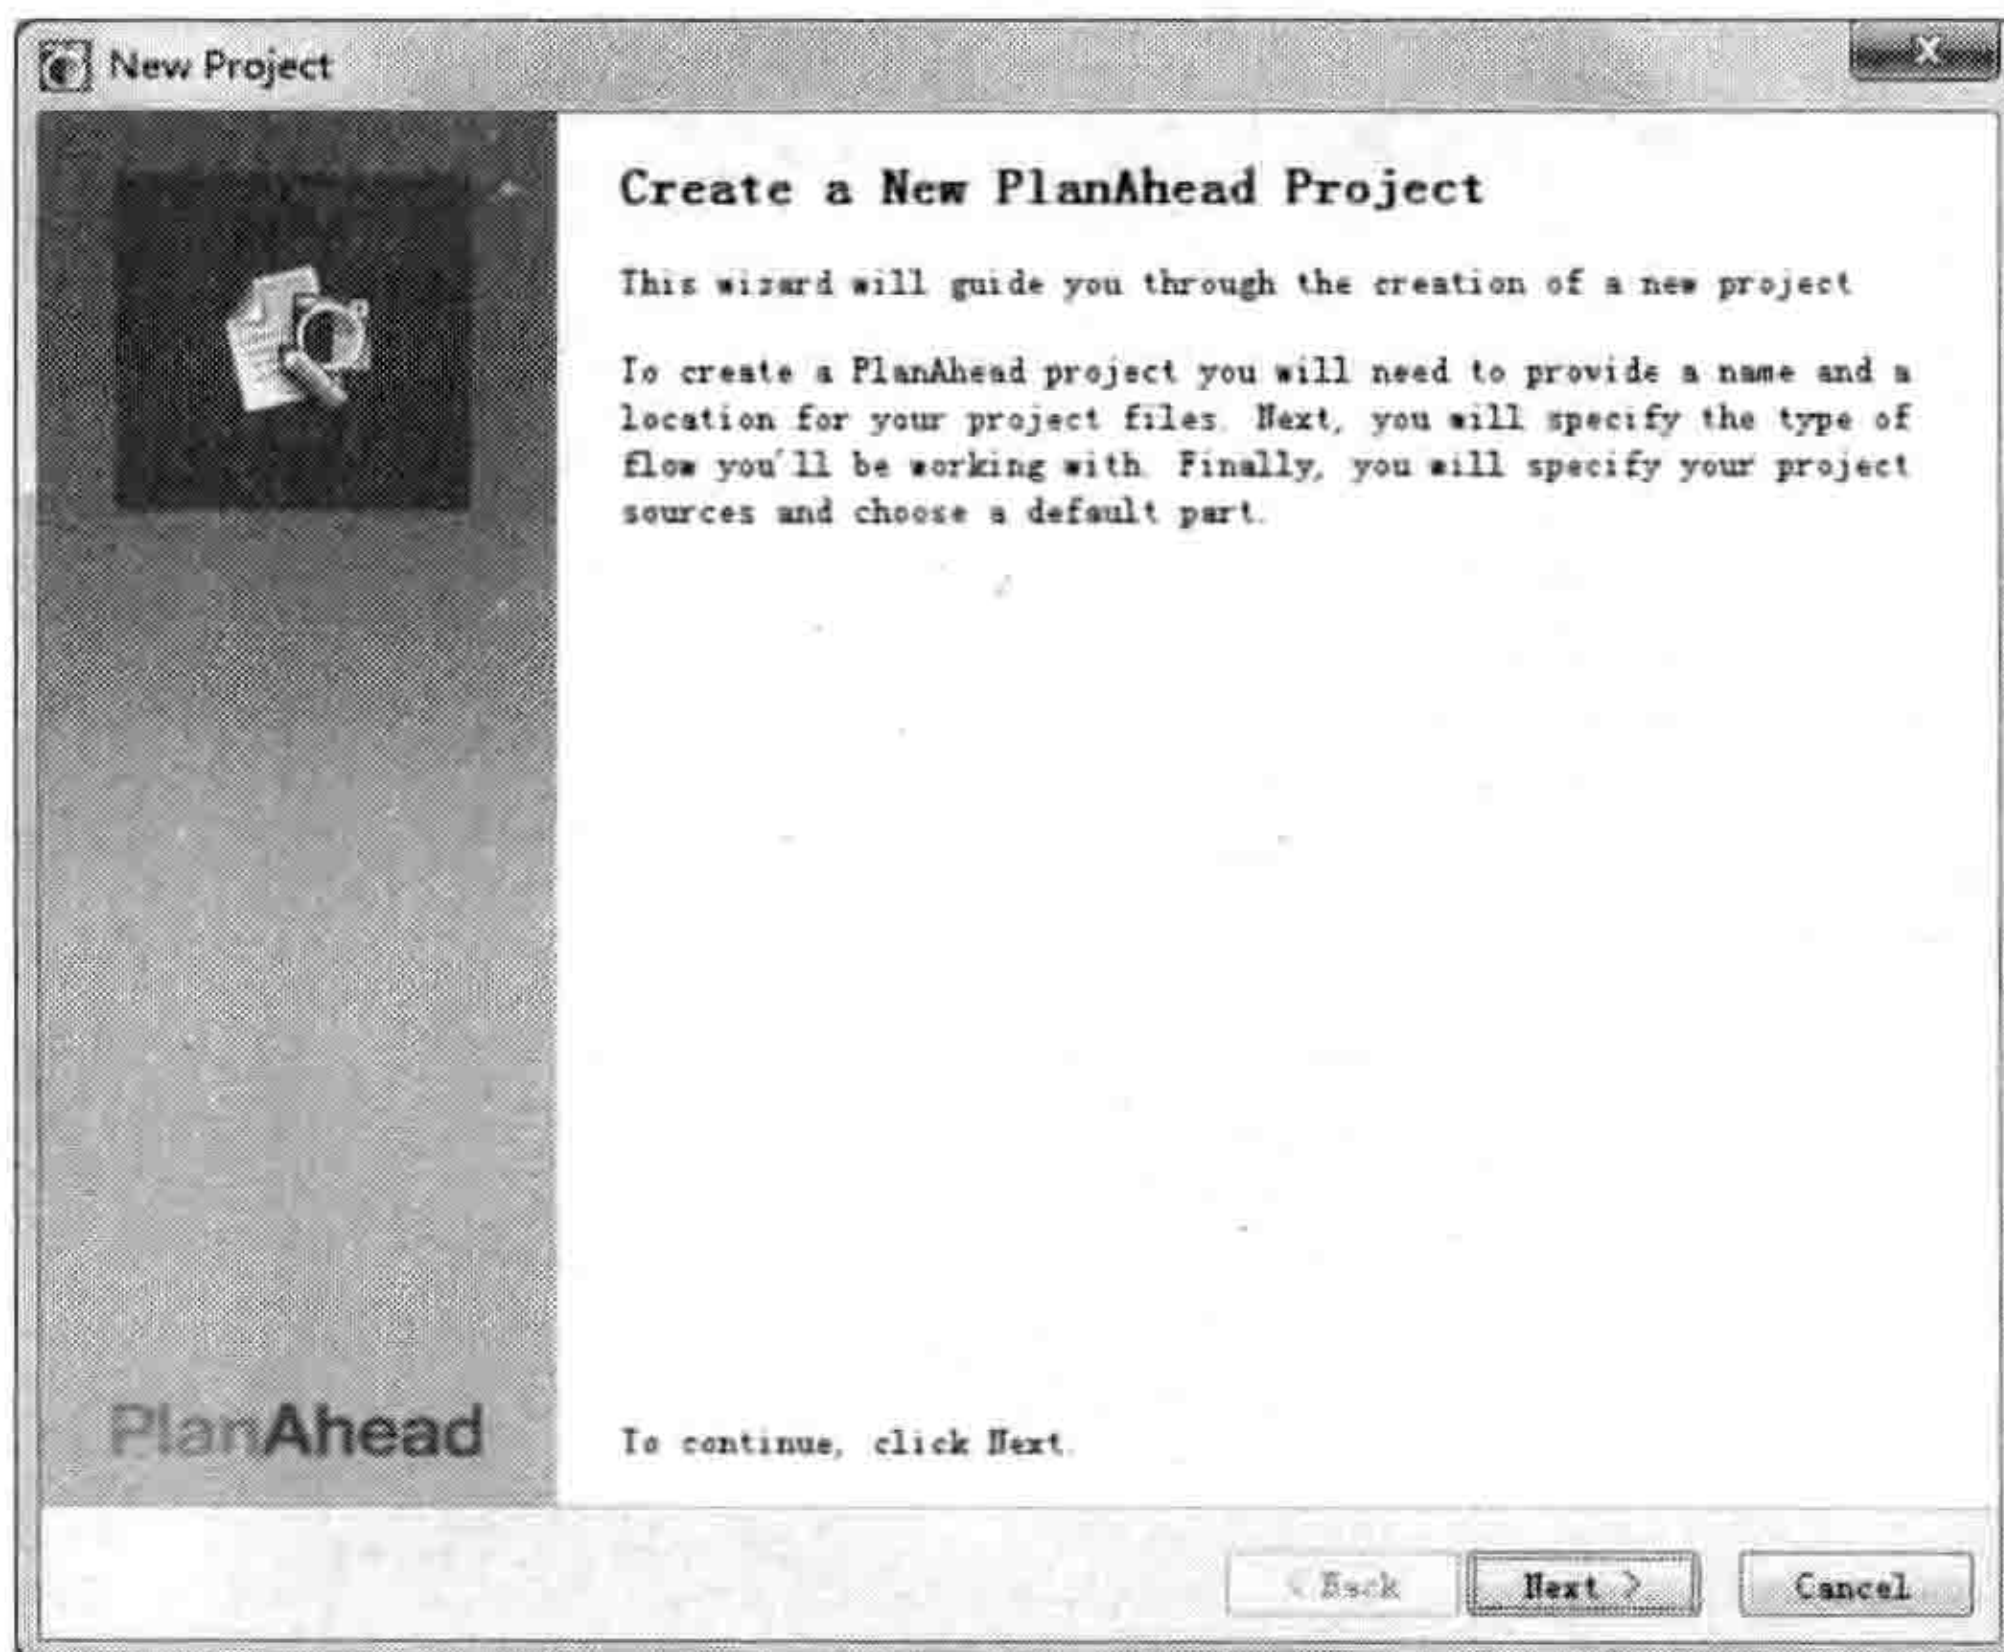

图 1.1.3 启动新工程向导
- (1) 创建新工程（Create New Project）：启动创建不同类型 PlanAhead 工程的新工程向导，单击该链接时打开的对话框如图 1.1.3 所示。